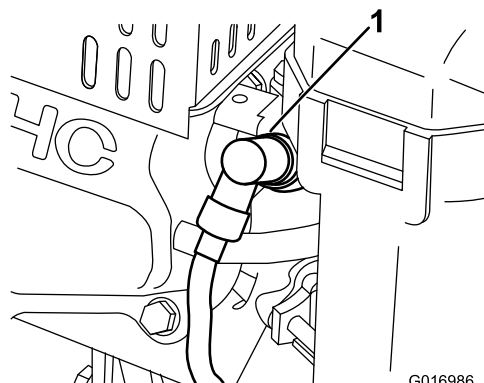

Figura 33
1. Staccate il cappello della candela (Figura 33).